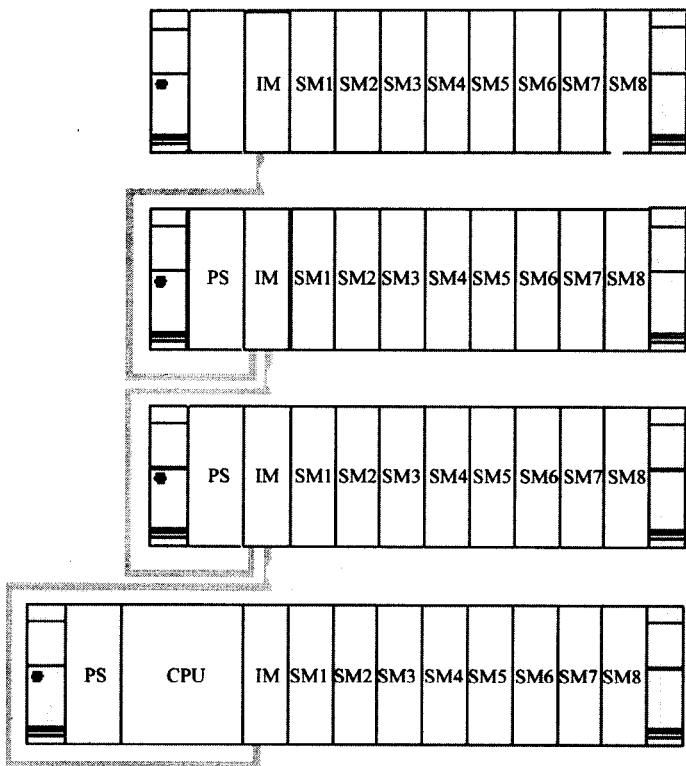

图 1-3 S7-300 的机架扩展
每个机架上最多可安装 8 个信号模板 (SM)，当需要的 SM 超过 8 个时，可以通过 IM365 (机架距离最远 1m) 或者 IM360/361 (机架距离最远 10m) 安装扩展机架。每个扩展机架上最多可安装 8 个信号模板，一个 S7-300 系统最多可安装 3 个扩展机架，最多可安装 32 个信号模板，如图 1-3 所示。